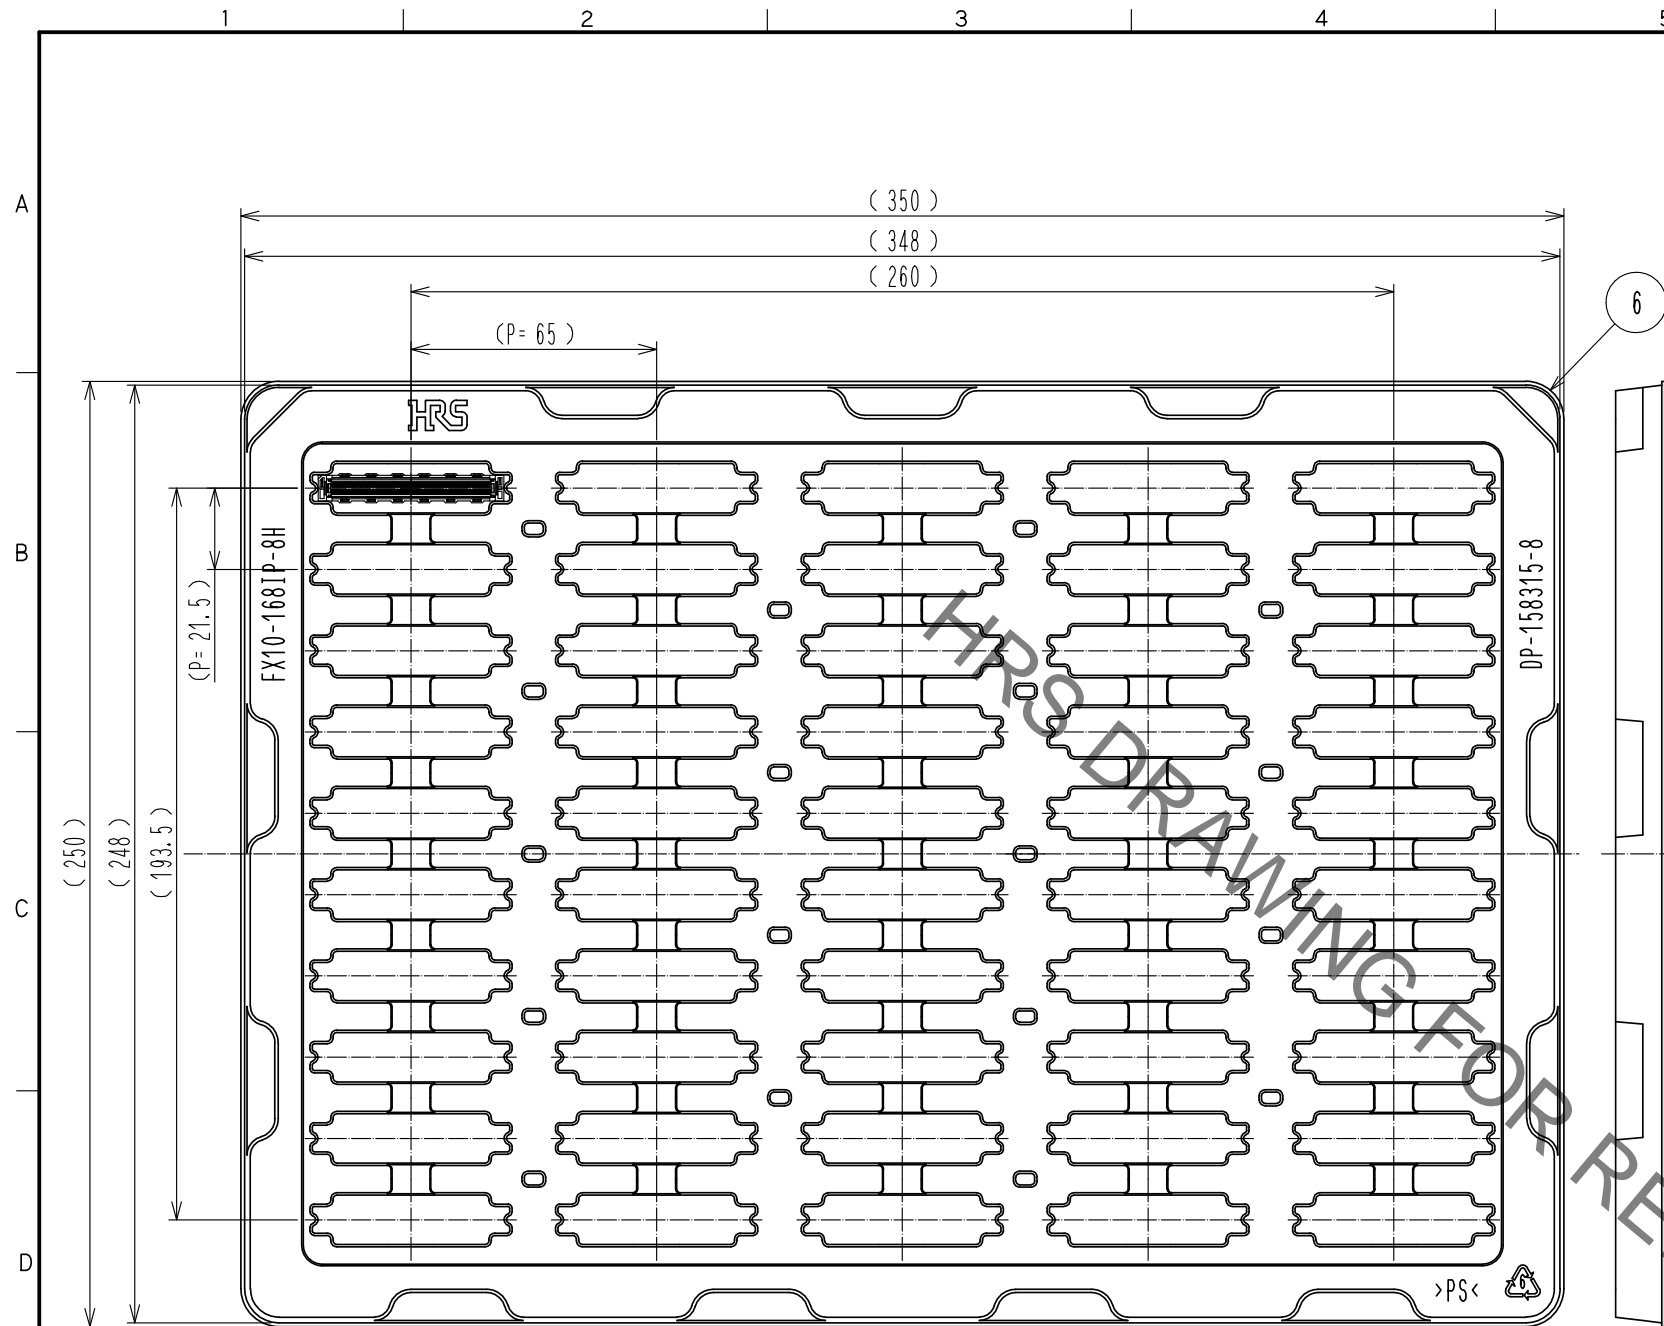

Fig. 3 梱包状態図 (1:2) ◀6
- ◻6 本製品は1ソフトトレイに50個入りとなります。詳細はFig.3を参照ください。